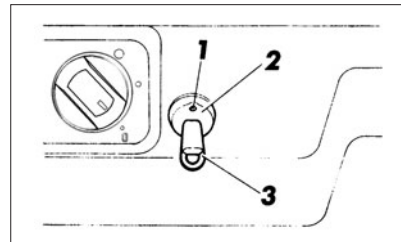

Рис. 20. Панель приборов (фрагмент)
1. После открытия какой-либо двери или кратковременного включения зажигания (если выключатель в двери неисправен) иммобилизатор на 30 секунд переходит в режим «готовность к считыванию кода» — световой индикатор 1 (рис. 20) датчика-сигнализатора 2 мигает с удвоенной частотой.